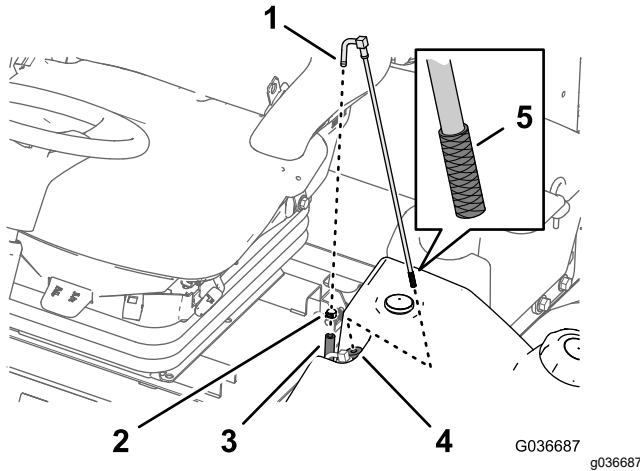

Figura 58
1. Retire la abrazadera que fija la manguera de suministro de combustible al acoplamiento del tubo de aspiración de combustible (Figura 58).
2. Retire la manguera del acoplamiento (Figura 58).
3. Retire el tubo de aspiración de combustible del depósito de combustible (Figura 58).
4. Limpie cualquier residuo de la rejilla del extremo del tubo de aspiración de combustible (Figura 58).
5. Introduzca el tubo de aspiración de combustible a través del casquillo de goma e introdúzcalo en el depósito (Figura 58).